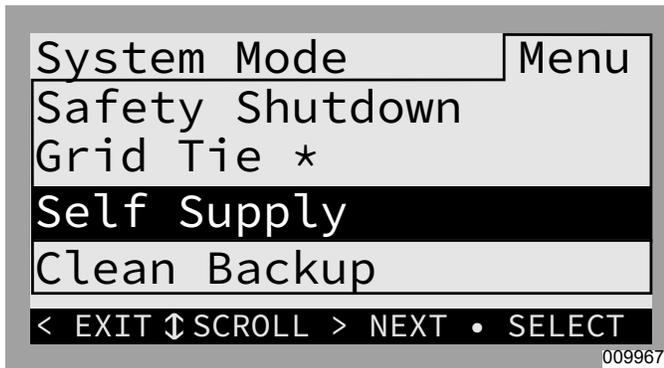
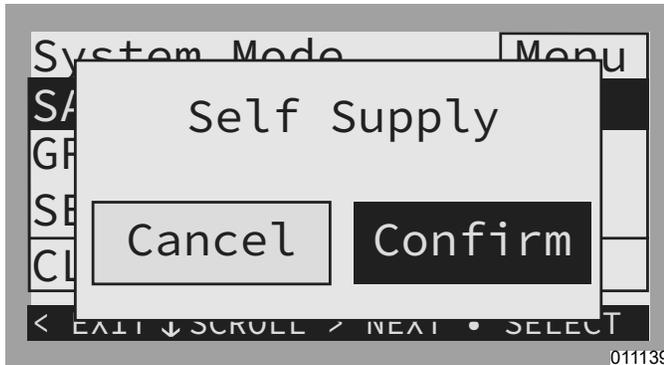

Figure 7-5. Sélection des modes système (1 de 2)
Figure 7-6. Sélection des modes système (2 de 2)
5. Voir Figure 7-5 et Figure 7-6. Utiliser les touches fléchées haut/bas pour naviguer jusqu'au mode système souhaité et le sélectionner à l'aide de la touche centrale. Pour plus d'instructions, voir Sélectionner le mode système de l'inverseur. Pour plus de détails sur la fonctionnalité, voir Aperçu des modes système.